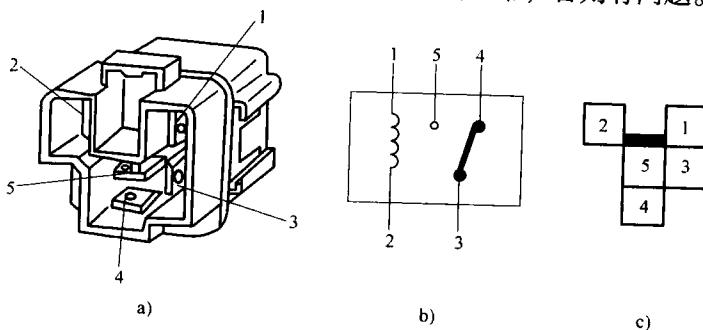

图 1-10 继电器检测
采用万用表测阻法，以图 1-10 所示的继电器为例，用万用表欧姆挡检查：如果①脚—②脚通，③脚—④脚通，③脚—⑤脚电阻为 $\infty$ ，则正常；否则有问题。